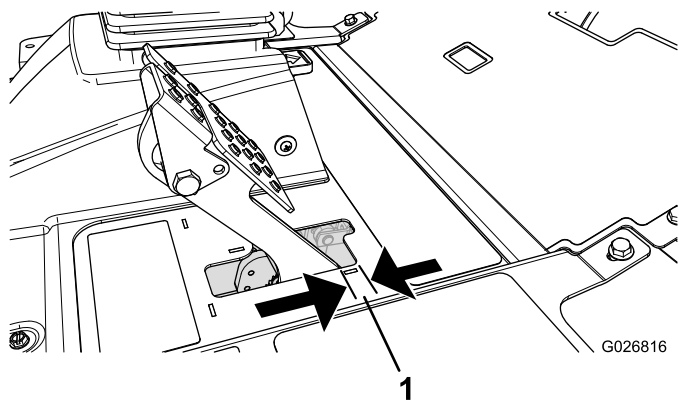

图65
当刹车踏板的自由行程（图65）超过 2.5cm 时，或需要施加更大保持力时，应调节刹车。自由行程是您感到刹车阻力之前，刹车踏板移动的距离。
2. 紧固后螺母，向后移动拉线，直到车轮被锁定时，刹车踏板的自由行程（图65）达到 6~13 mm。